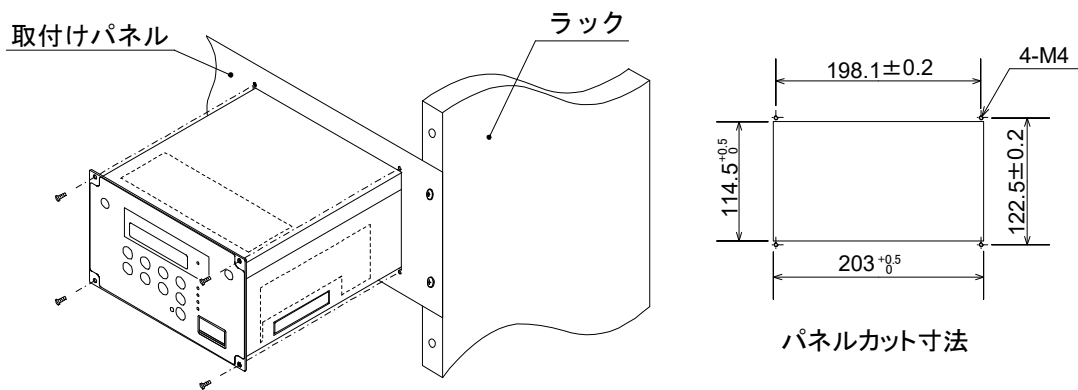

図 5-2 取り付け方法
- (1) コントローラを裏返し、4個のゴム足を外します。
- (2) 取付パネルのカット穴にコントローラを通し、4本のネジで固定します（図5-2参照）。